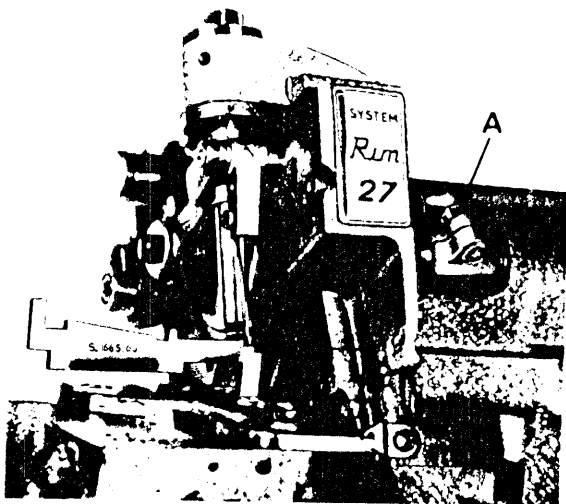

fig. 3
3. Posizionamento dell'ago (fig. 3).
- Per effettuare correzioni in altezza del morsetto porta ago, agire sulla vite A (fig. 3) e controllare con calibro S. 1665.00.